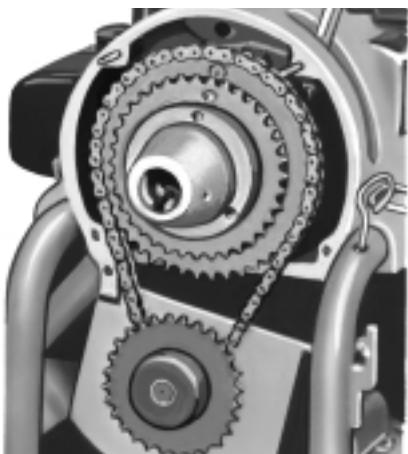

Figura 2 – Cadena del accionamiento autopropulsado en el piñón grande
- Para regular la máquina a su velocidad lenta, mueva la cadena del accionamiento (*Figura 2*) al piñón grande.